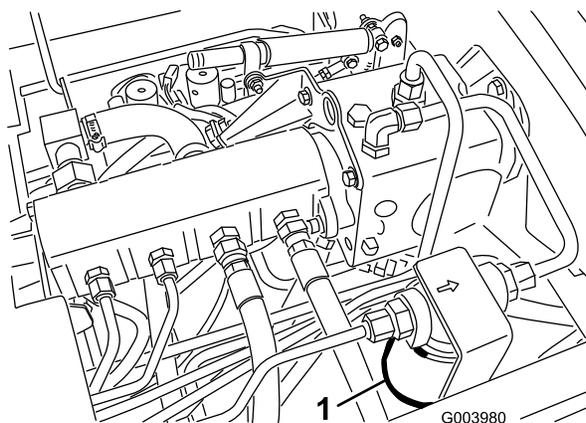
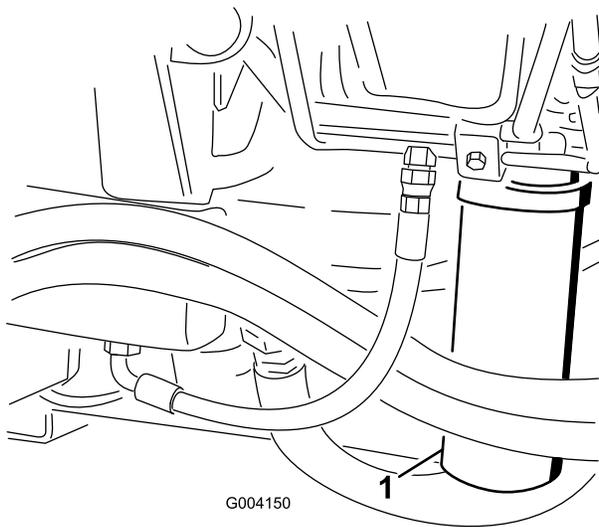

Figura 80
Figura 81
2. Pulite l'area di montaggio del filtro e collocate una bacinella di spurgo sotto il filtro (Figura 80) e (Figura 81).